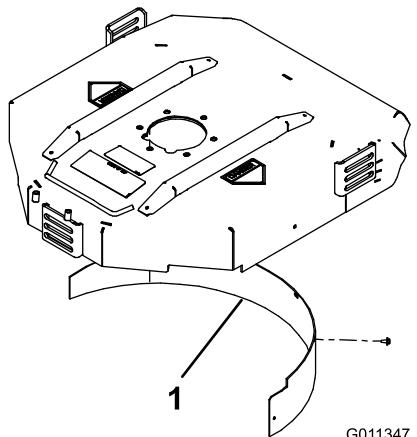

Figura 8
2. Instale o abafador de mulch na abertura traseira e fixe-o com 5 parafusos com cabeça flangeada (Figura 8).